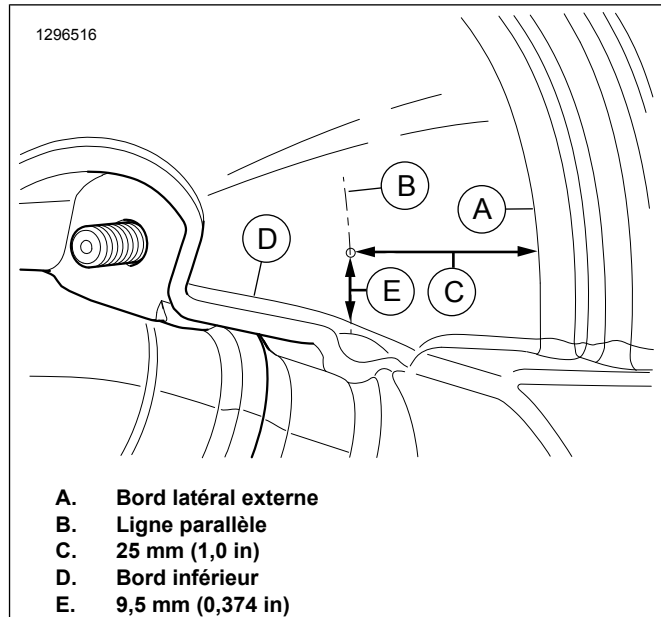

Figure 10. Emplacement de perçage
12. Voir Figure 10. À partir du bord extérieur (A), tracez une ligne parallèle (B) à une distance prédéfinie (C).